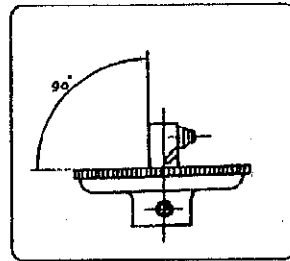

图 4-5 Fig4-5
(1) Боковая сторона стержня иглы перпендикулярна диску подачи (?). См.рис.4-5.